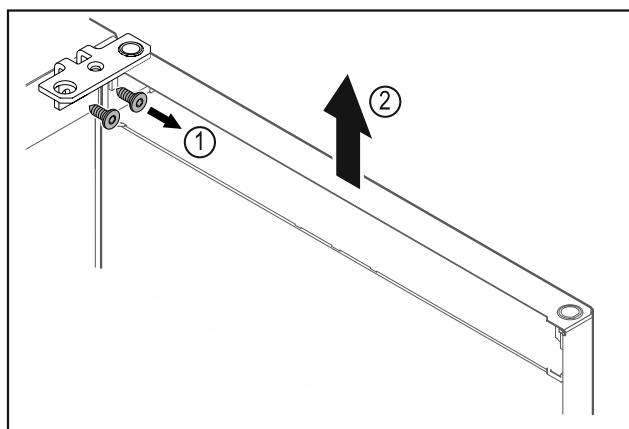

Fig. 9
- Lironi vidat e profilit të menteshës Fig. 9 (1).
- Ngrini drejt lart derën së bashku me profilin e menteshës Fig. 9 (2) rrëth 200 mm dhe hiqeni.